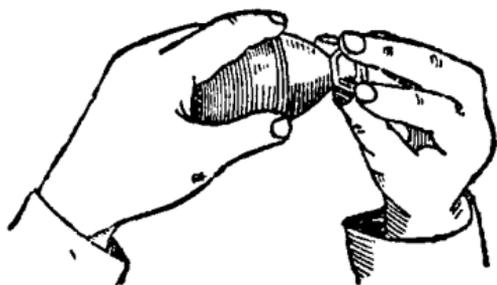

Рис. 61.
6. Готовую дистанционную трубку завинтить в гранату и плотно затянуть гайкой (рис. 61).